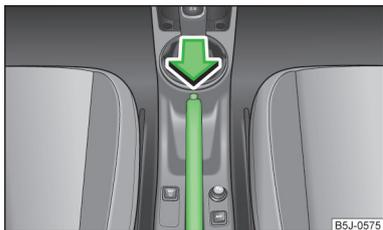

Fig. 108
- > Levantar un poco la palanca del freno de mano y pulsar **a la vez** el botón de bloqueo » fig. 108.